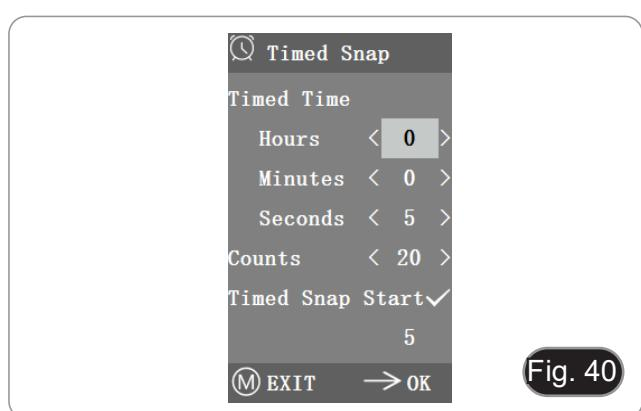

Fig. 40
- À ce moment-là, le chiffre passe en dessous. C'est le nombre d'instantanés qui ont été pris avec succès jusqu'à présent. (Fig. 40)